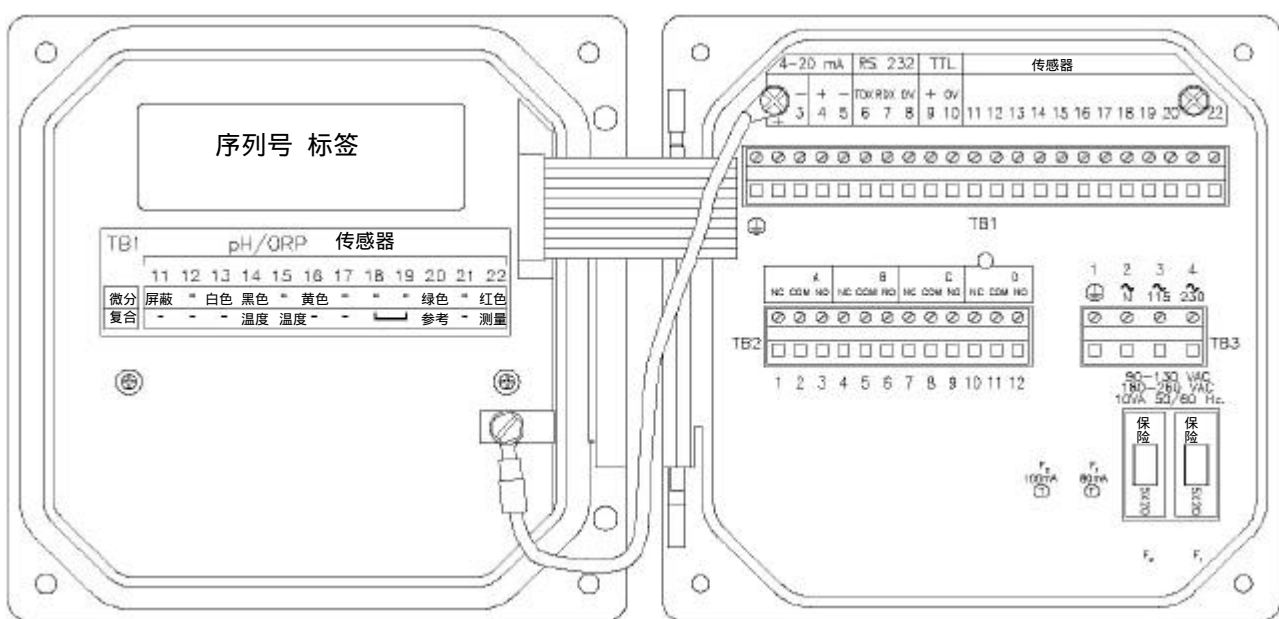

图2-4 用于序列号带“A”或无字母前缀的分析仪接线端子名称
- 带“A”或无字母前缀序列号分析仪的 TB1 上（图 2-4）接线端子 1 的“ground symbol”（地线符号）